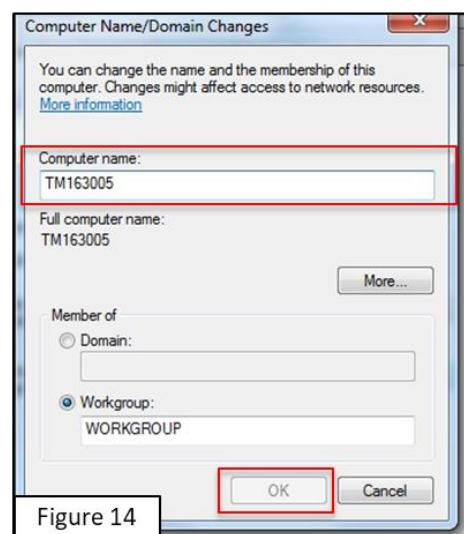

Figure 14
- 在電腦名稱欄位中輸入控制棒 QR 碼下的名稱，然後點 **OK**(見 Figure 14)。